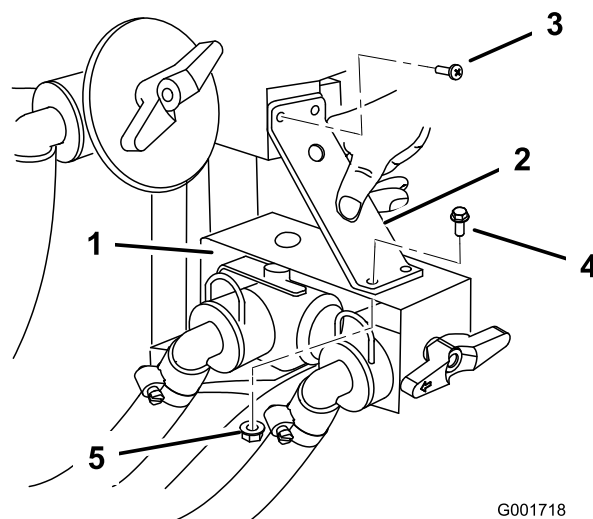

Figura 12
9. Installate la staffa di supporto sopra la staffa della valvola di regolazione. Utilizzate le due viti già presenti che fissano il gruppo di raccordo a T superiore per fissare la parte superiore della staffa di supporto (Figura 12). Fissate parte inferiore della staffa di